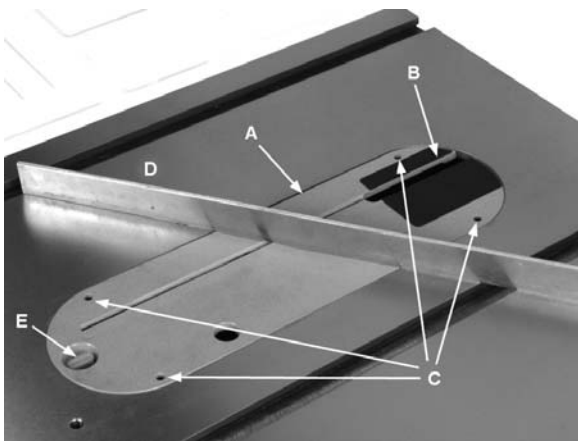

Рис. 18
- 2 Уберите вставку стола, вращая рукоятку E (см. рис. 18) или поднимите вставку используя отверстие со штифтом.
Показано на рис. 18: